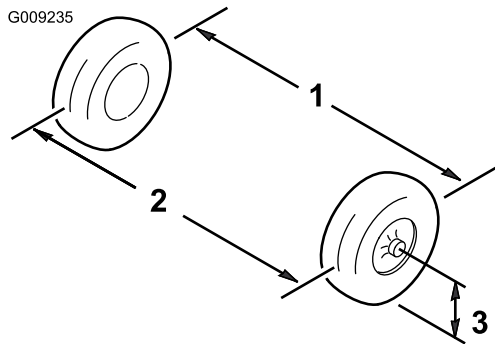

図 32
3. 前輪の前と後ろで、左右のタイヤの中央線間距離を測る；計測はアクスルの高さで行う（図 32）。